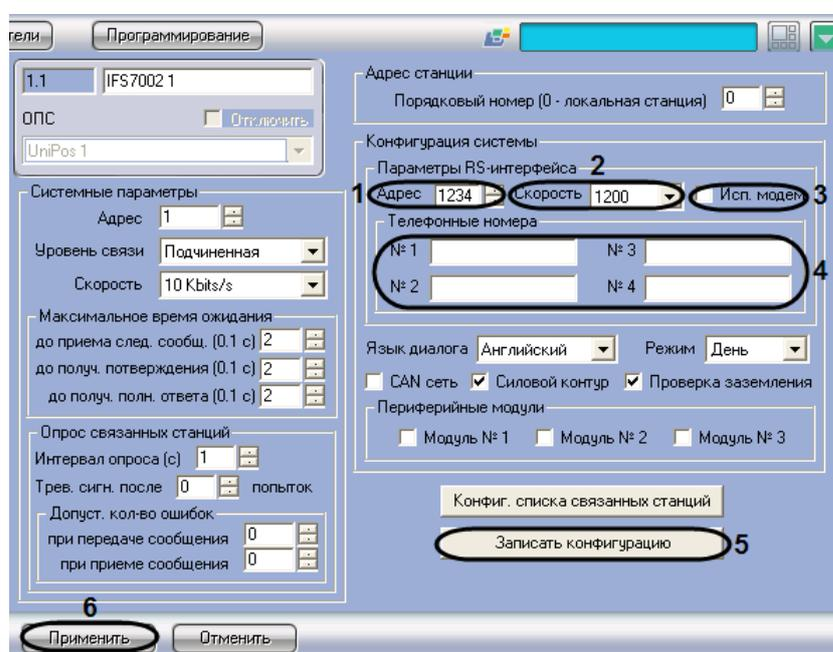

Рис. 3.3-10 Задание параметров RS-интерфейса станции IFS7002
1. Перейти на панель настройки объекта **IFS7002** (Рис. 3.3-10).
2. В поле **Адрес** ввести с помощью кнопок **вверх-вниз** адрес станции в RS-сети (от 0 до 9999) (см. Рис. 3.3-10, 1).
3. Из раскрывающегося списка **Скорость** выбрать скорость передачи данных в RS-сети (см. Рис. 3.3-10, 2).
4. В случае, если для связи в RS-сети требуется использовать модем, установить флажок **Исп. модем** (см. Рис. 3.3-10, 3).
5. Для модемного соединения ввести телефонные номера в соответствующие поля группы **Телефонные номера** (см. Рис. 3.3-10, 4).
6. Для применения настроек на станции нажать кнопку **Записать конфигурацию** (см. Рис. 3.3-10, 5).
7. Для сохранения настроек во внутренней базе данных ПК *Интеллект* нажать кнопку **Применить** (см. Рис. 3.3-10, 6).